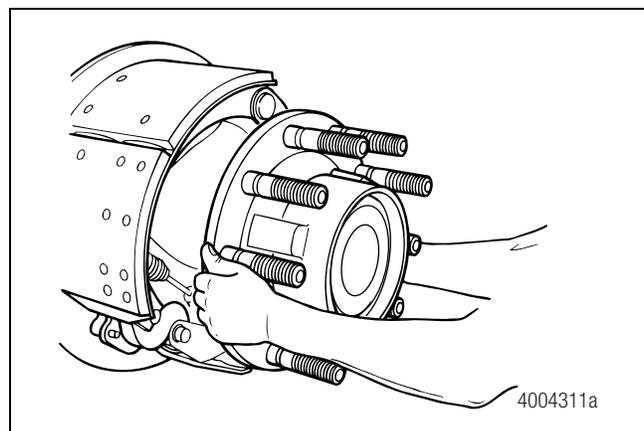
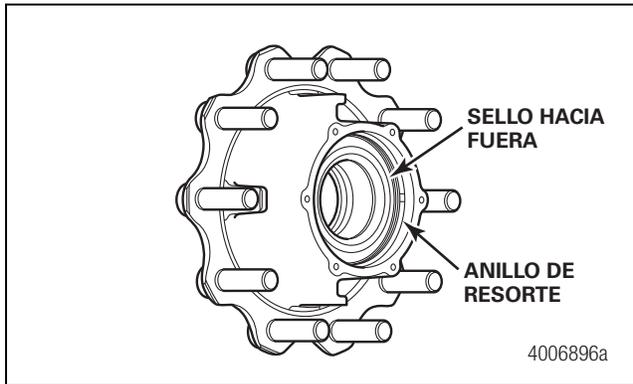

Figura 4.30
Figura 4.31
9. Sujete el conjunto de la maza con ambas manos y jale la maza lo más recto posible para evitar que se disloque el pasador que se localiza en el contorno del diámetro interior de la maza. Figura 4.30 y Figura 4.31.